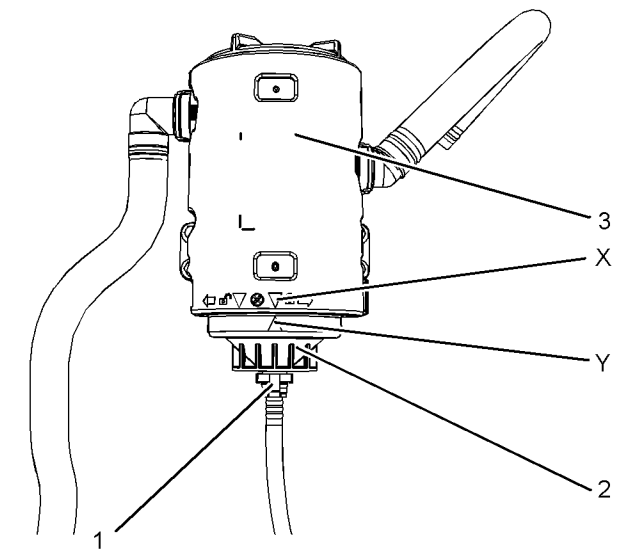

Ilustración 82
6. Instale el conjunto del elemento de filtro y la tapa inferior (2). Rote la tapa inferior con la mano hacia la izquierda hasta que quede en la posición bloqueada en el cuerpo del respiradero. Asegúrese de que las marcas de alineación (X e Y) están alineadas correctamente. Consulte la ilustración 82 .
7. Instale la conexión del tubo (1). Asegúrese de que los broches de retención en la conexión del tubo están sujetos correctamente. Quite el recipiente.